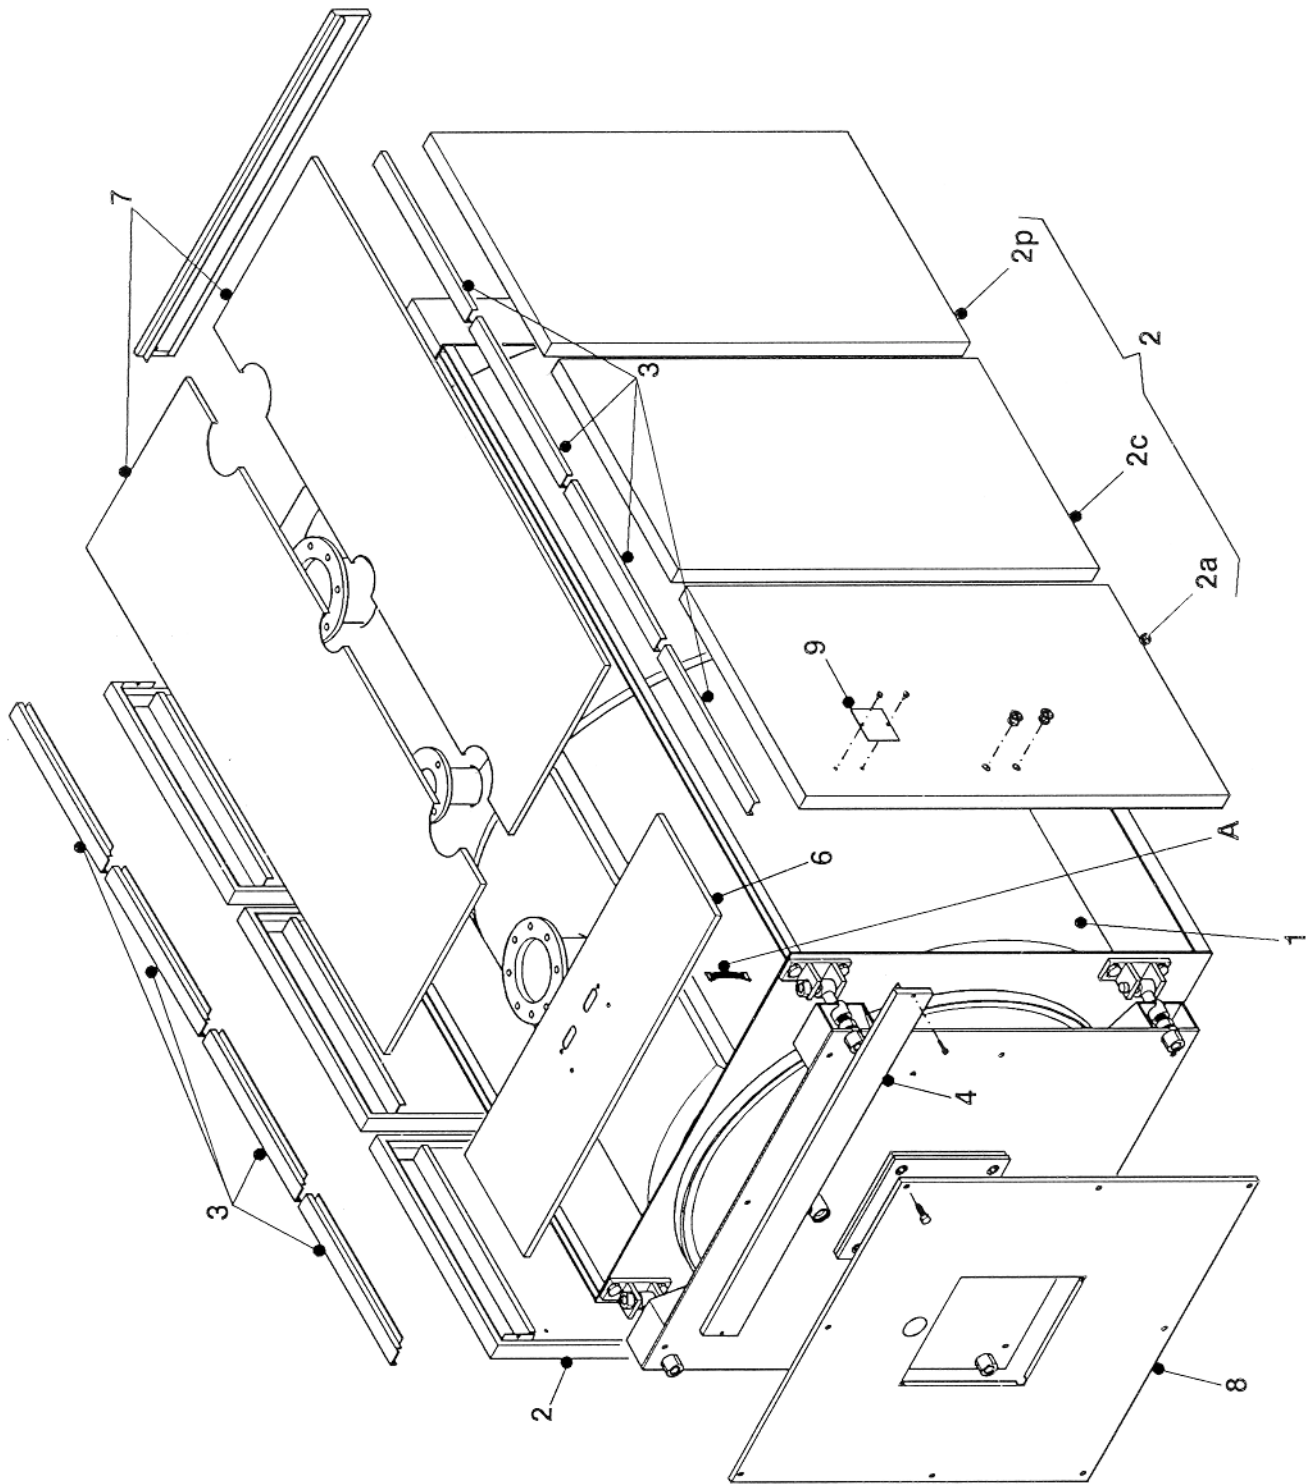

fig. 10
N.B. Per il modello NOVA PREX 1400 (rif. fig.10), il mantello e l'isolamento sono contenuti in 3 imballi marcati:
N.B. Per i modelli compresi tra NP1850 e NP3000 (rif. fig.10), il mantello e l'isolamento sono contenuti in 4 imballi marcati:
Sequenza di montaggio (Rif. fig. 10)